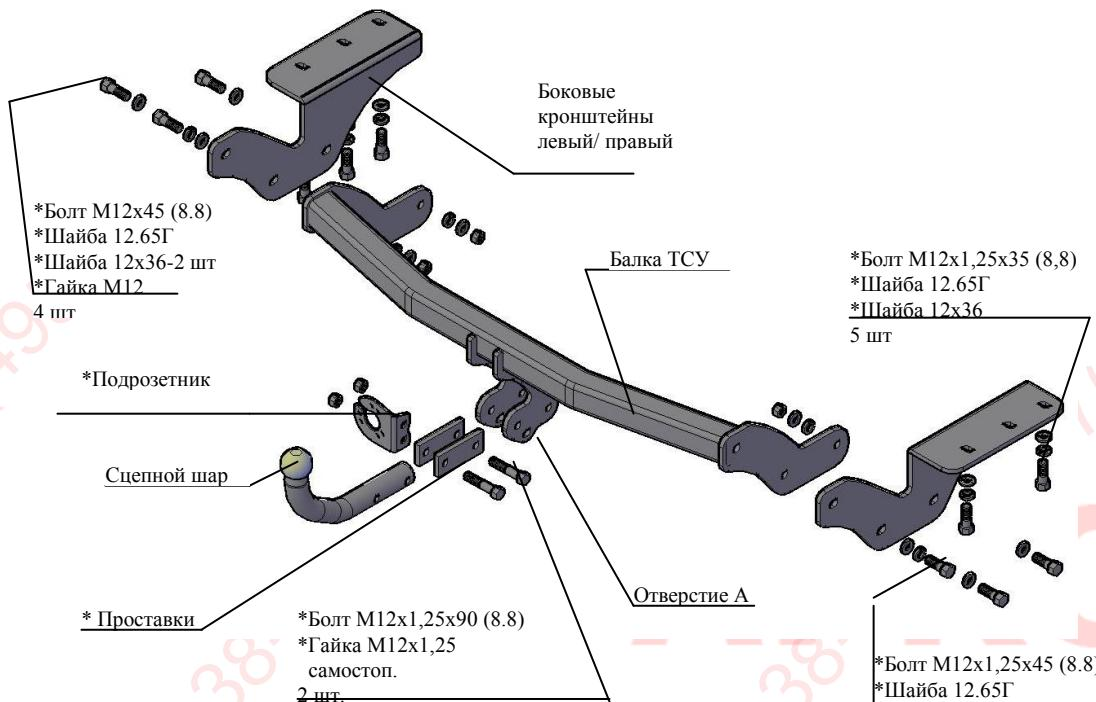

Рис.1 Тягово-сцепное устройство 7832.
2.1 ТСУ 7832 в сборе (рис.1) 1 шт.
2.2 Пакет с комплектующими (см. рис.1) 1 шт.
4.2 Закрепить боковые съемные кронштейны ТСУ (правый и левый соответственно рис.1) к нижним полкам лонжеронов а/м (с левой стороны – тремя, а с правой стороны – двумя) болтами M12x1,25x35 (под головки болтов подложить шайбы гроверные 12.65Г и шайбы 12x36). Крепеж не затягивать.